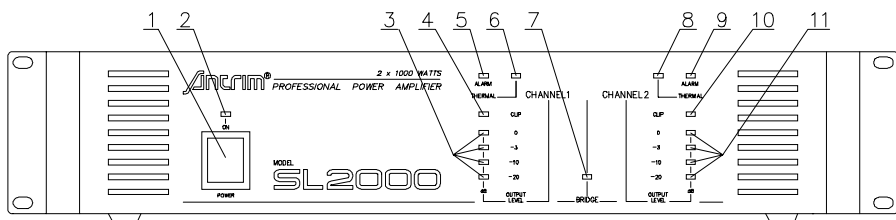
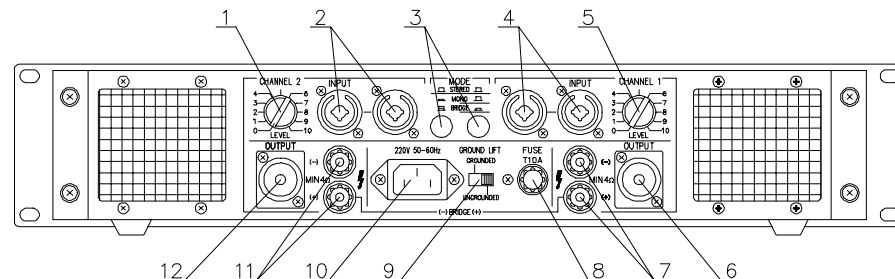

Рис.1
Рис.2
2. Расположение органов управления, индикации и коммутации показано на рис.1 и рис.2.